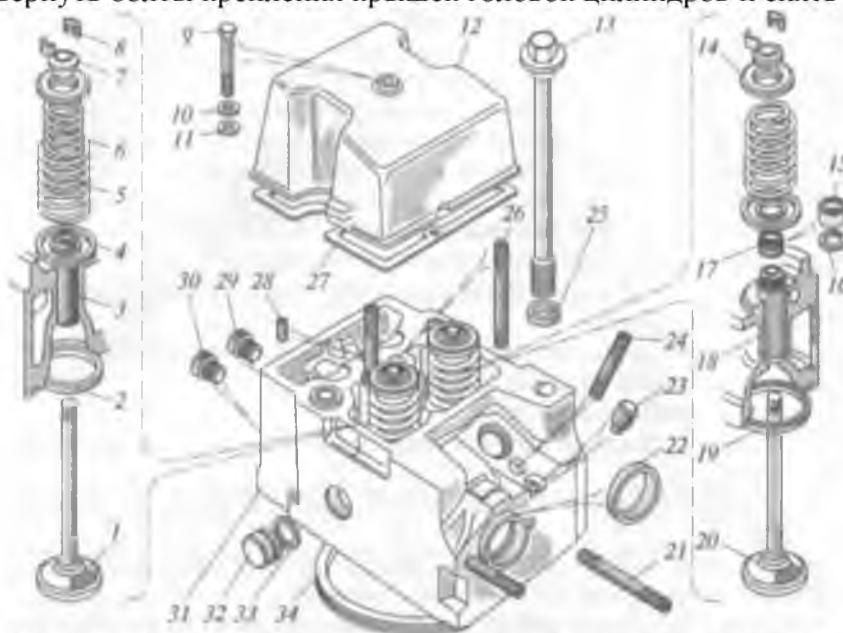

Рис. 1.4. Газораспределительный механизм двигателя КамАЗ-740:
- ! Разобрать ГРМ двигателя КамАЗ-740 (для предварительного изучения ГРМ использовать рис. 1.4):